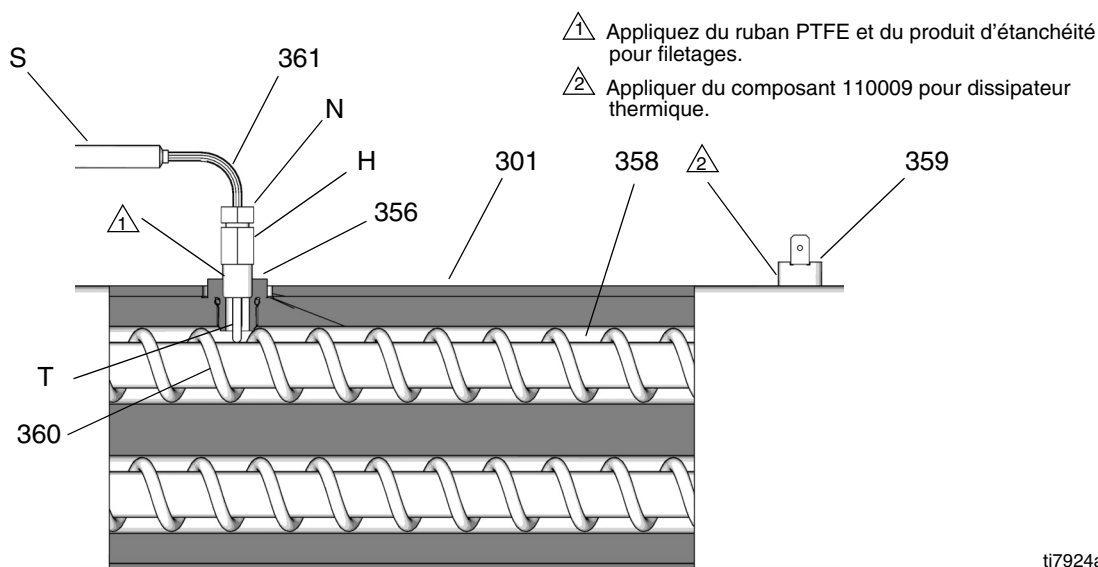

FIG. 8: Thermocouple
7. Voir FIG. 8. Desserrez l'écrou de la virole (N). Retirez le thermocouple (361) du boîtier du chauffage (351), puis retirez le boîtier du thermocouple (H). Ne retirez pas l'adaptateur du thermocouple (356) sauf si cela est nécessaire. Si l'adaptateur doit être retiré, assurez-vous que le mélangeur (360) n'est pas sur le trajet pour remettre l'adaptateur en place.
8. Remplacez le thermocouple, FIG. 8.
- a. Retirez le ruban de protection de la pointe du thermocouple (T).
- b. Appliquez un ruban PTFE et du produit d'étanchéité pour filetage sur les filetages mâles puis serrez le boîtier du thermocouple (H) sur l'adaptateur (356).
- c. Enfoncez le thermocouple (361) de sorte que la buse (T) soit en contact avec l'élément chauffant (358).
- d. En maintenant le thermocouple (T) contre l'élément chauffant, serrez l'écrou de la bague (N) de 1/4 de tour de plus.
9. Introduisez les fils (S) dans le coffret et vissez-les sur le faisceau comme auparavant. Rebrancher les fils sur la carte.
11. Mettez les chauffages A et B en marche simultanément à titre d'essai. Les températures doivent monter de façon égale. Si un réchauffeur affiche une température basse, desserrez l'écrou de virole (N) et serrez le boîtier du thermocouple (H) pour que la buse du thermocouple (T) soit bien au contact de l'élément (358).
5. Débranchez un fil conducteur du limiteur de température (359), FIG. 8, page 33. Contrôlez la résistance du limiteur avec un ohmmètre. La résistance doit être d'env. 0 ohm.
6. Si le résultat du contrôle du limiteur n'est pas bon, retirez les fils et les vis. Mettez le limiteur défectueux au rebut. Appliquez le dissipateur thermique 110009, montez le nouveau limiteur au même endroit sur le carter (351) et fixez avec les vis (311). Rebranchez les fils.